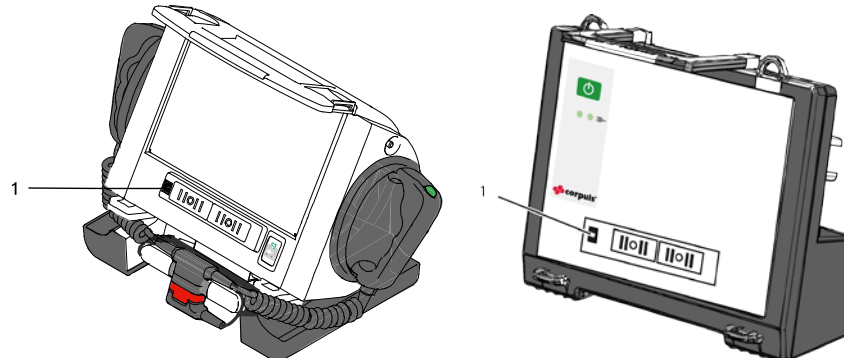

Bild 9-6 Defibrillator/Schrittmacher, Infrarotschnittstelle
8. Infrarotschnittstelle des Defibrillators/Schrittmachers mit einem Tuch abwischen (siehe Bild 9-6, Pos. 1).